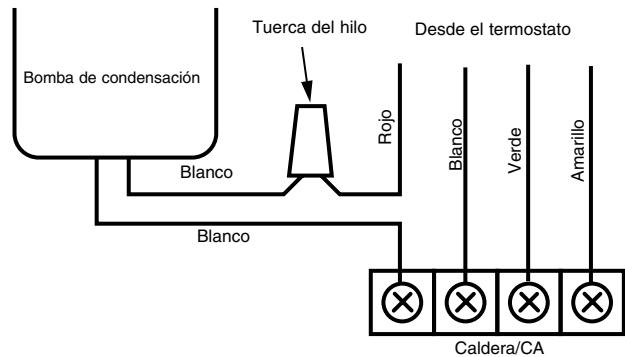

Figura 1: conexión del Comutador Auxiliar de Seguridad de Baja Tensión para la instalación del cierre de la Caldera/CA.
- C. Conecte el cable rojo a uno de los cables blancos desde el interruptor de seguridad, según se ilustra en la Figura 1.